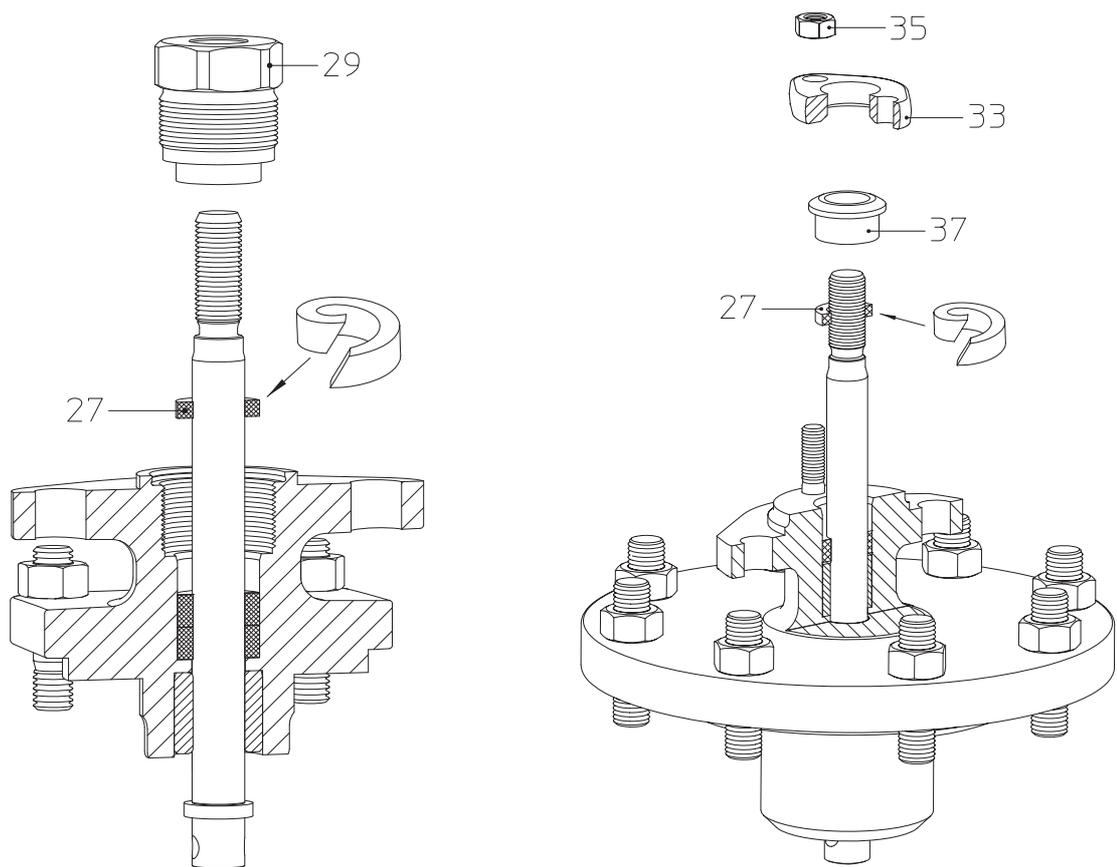
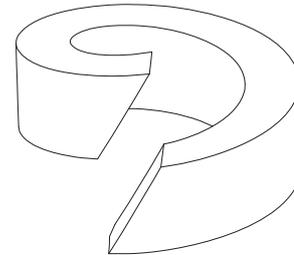

Fig. 10: Garniture presse-étoupe DN15-100 Fig. 11: Garniture presse-étoupe DN125-150
Fig. 13: Anneau d'étanchéité sectionné
- Placer un nouvel anneau d'étanchéité (pos. 27), position de montage conformément à la Fig. 10 - Fig. 13.
Si l'on utilise un anneau d'étanchéité sectionné, veiller à trancher en biais lors de la découpe (voir fig.13)